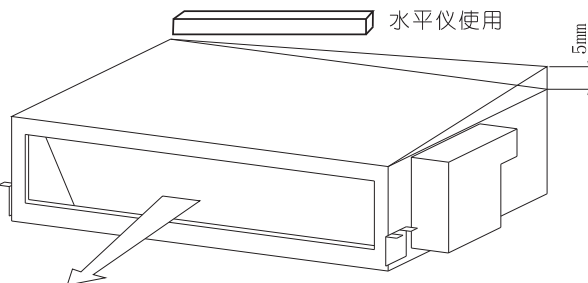

图7 顶面倾斜度
(2)图7所示,室内机后面稍微低于前面(0mm~5mm),以利于排水。